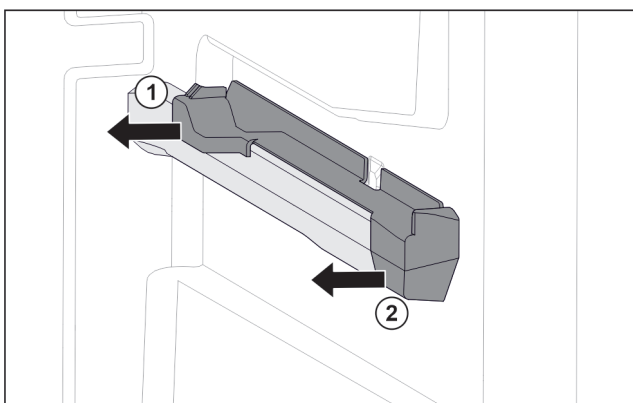

Fig. 127 Pjesa kapëse në brinjën e djathtë të kutisë
- ▶ Tërhiqni anash pjesën kapëse në pjesën e pasme. Fig. 127 (1)
- ▶ Tërhiqni anash pjesën kapëse në pjesën e përparme. Fig. 127 (2)